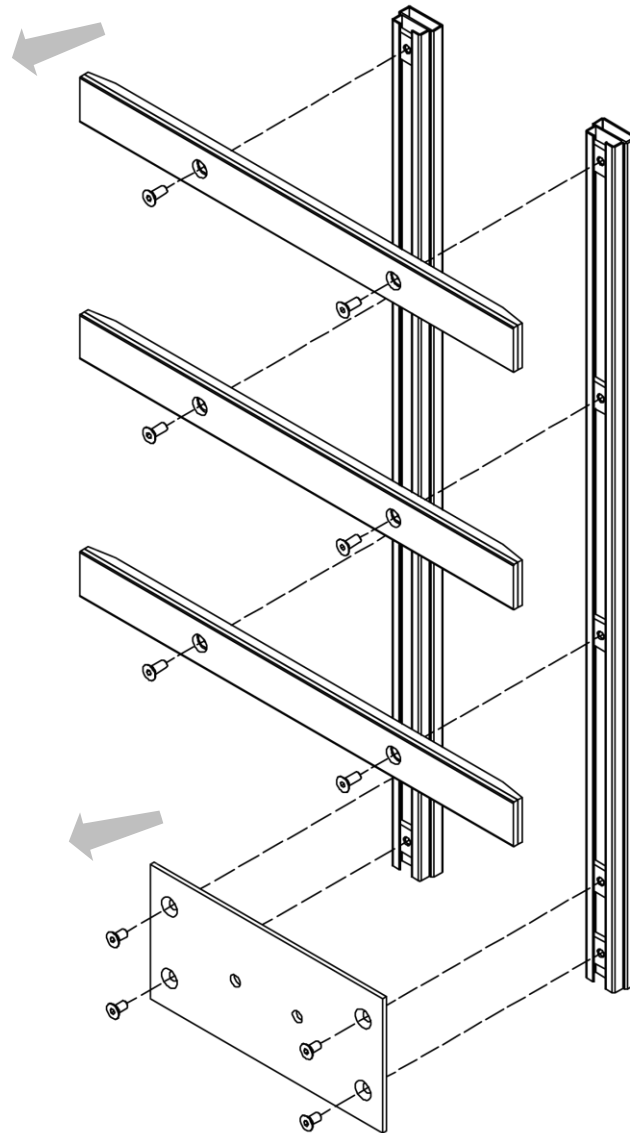

Figure 59
5. Se référer à la *Figure 59*.